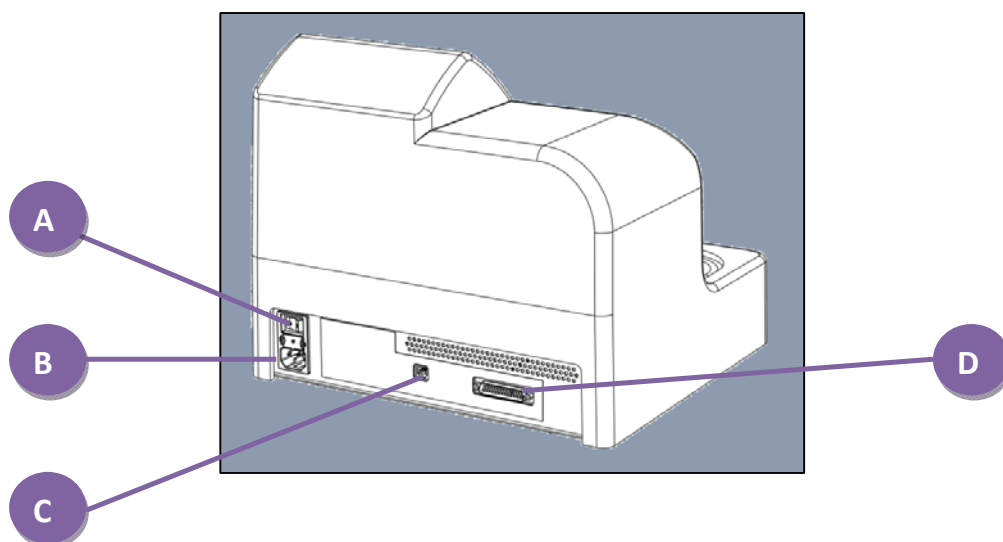

Figure 2 AIM™, vue arrière
3. Allumez l'instrument à l'aide de l'interrupteur de mise sous tension situé au dos de l'instrument AIM™. L'interrupteur secteur est marqué d'un '**1**' (**Marche**) et d'un '**0**' (**Arrêt**). Voir figure 2.